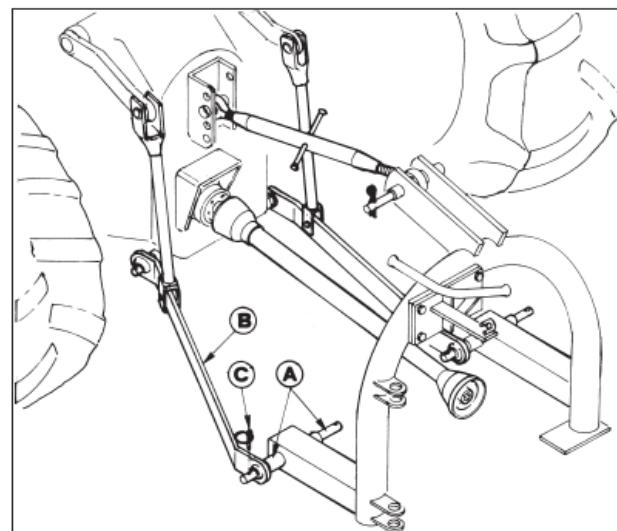

FIG. 4.1
Assicurarsi che i perni (A)(Fig. 4.1) degli attacchi per il sollevamento siano ben puliti e lubrificati. Inserire i perni nei bracci di sollevamento (B)(Fig. 4.1) e bloccare con gli spilli di sicurezza (C)(Fig. 4.1).
Inspeccionarla cuidadosamente para verificar que no haya aflojamientos ni anomalías visibles. Asegurarse que los pernos (A)(Fig. 4.1) de las conexiones para la elevación estén perfectamente limpios y lubricados.
Introducir los pernos en los brazos de elevación (B)(Fig. 4.1) y ajustar los punzones (C)(Fig. 4.1).
S'assurer que les pivots (A)(Fig. 4.1) des attaches pour le levage soient bien propres et lubrifiés. Insérer les pivots dans les bras de levage (B)(Fig. 4.1) et bloquer avec les épingle de sûreté (C) (Fig. 4.1).